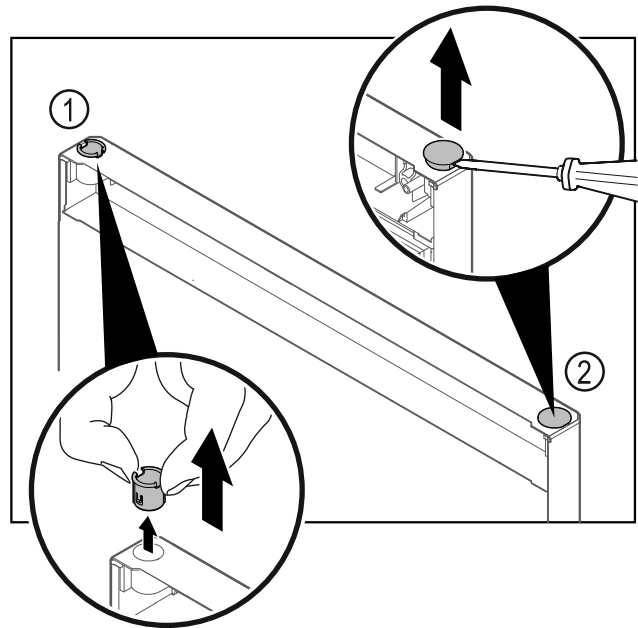

Fig. 34 Deur vriesgedeelte
- Scharnierbus Fig. 34 (1) met de vingers eruit trekken.
- Afdekstop Fig. 34 (2) voorzichtig met een sleufschroevendraaier optillen en eruit trekken.